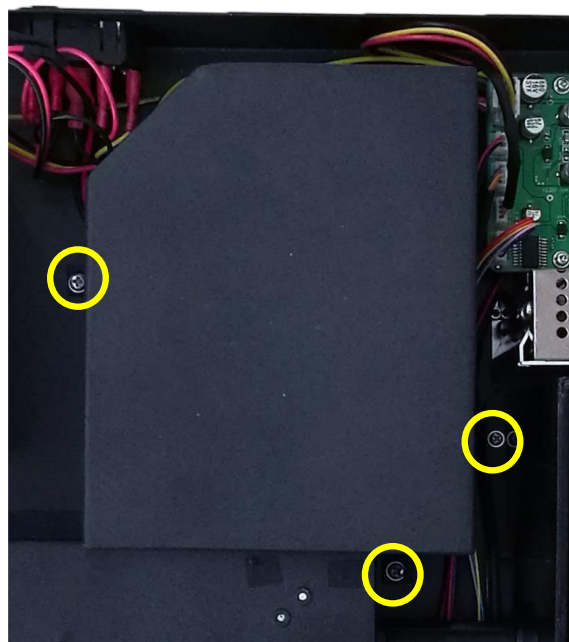

Рис. 7-1 Винт крепления корпуса прибора
4. Используйте отвертку, чтобы ослабить 4 винта (Рисунок 7-1), удерживающих корпус прибора, и медленно поднимите крышку вправо;